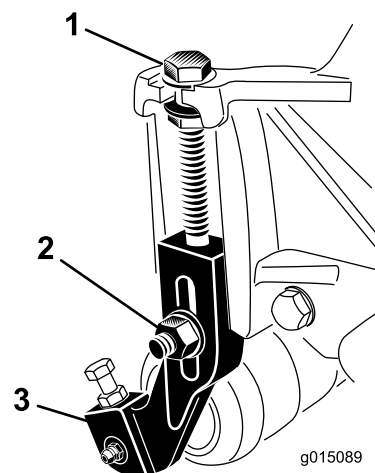

Figura 16
1. Allentate i dadi di bloccaggio che fissano le staffe di regolazione dell'altezza di taglio sulle piastre laterali dell'apparato di taglio (**Figura 16**).